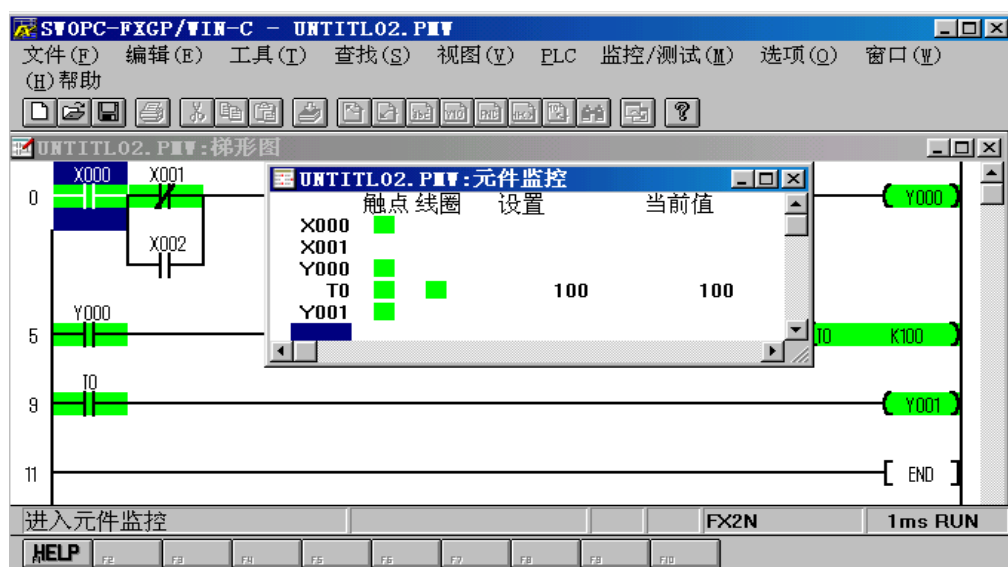

图 11 元件监控界面图
* **进入元件监控：**在 PLC 运行时，监控指定元件单元的动作情况见图 11。